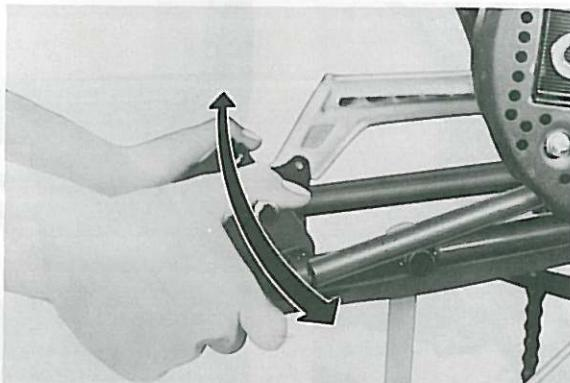

Fig. 5-8-1
- With rear wheel and shock absorbers removed, grasp the end of the arm and move from right to left to check for free play. (Fig. 5-8-1)
- Après dépose de la roue et des amortisseurs arrière, saisir les extrémités des bras oscillants, et les secouer doucement de droite à gauche pour voir si on ne sent pas un jeu latéral. (Fig. 5-8-1)
- Hinerrad und Stoßdämpfer ausbauen; danach die Enden der Schwingenarme ergreifen und von rechts nach links bewegen, um das frei Spiel zu prüfen. (Fig. 5-8-1)